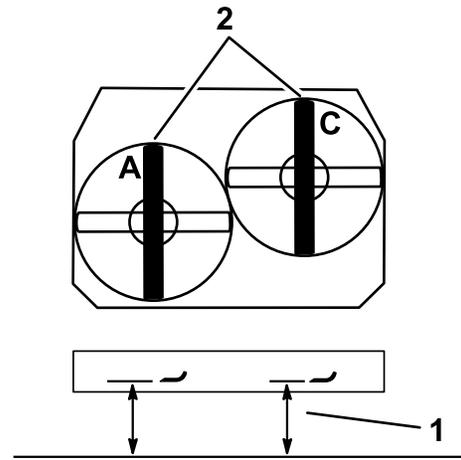

図 82
3. **A**位置で、平らな床面から左側のブレードの刃先までの高さを測り、測定値を記録する 図 82。
4. **C**位置で、平らな床面から右側のブレードの刃先までの高さを測り、測定値を記録する 図 82。
7. ヨークについている調整ボルトを使って、**A**位置および**C**位置での高さが適正となるように調整する 図 82。
3. **C**位置で、平らな床面から右側のブレードの刃先までの高さを測り、測定値を記録する 図 82。